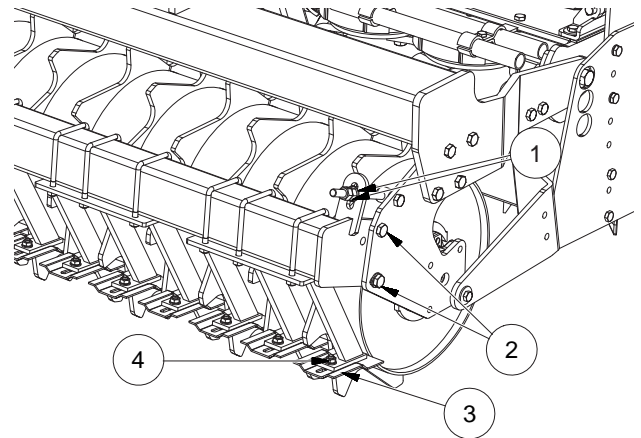

FIG. 40
- Die Schraubenmutter lockern (2, "Fig. 40").
- Die Schraubenmutter (1) lockern bis zum Annähern des Schabers an der Walze, soweit gewünscht.